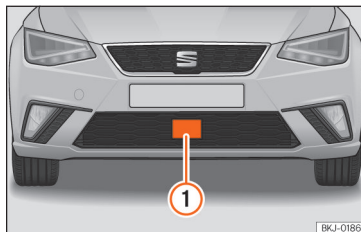

Abb. 229 Am vorderen Stoßfänger: Radarsensor.
Im vorderen Stoßfänger ist ein Radarsensor eingebaut »» **Abb. 229** ①.